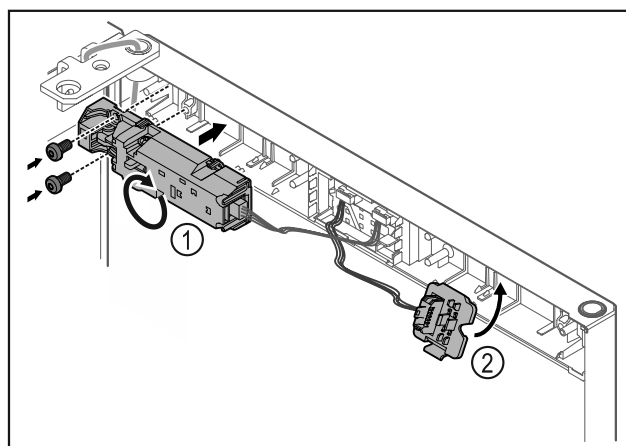

Fig. 19
- ▶ Obrócić o 180° zdalną blokadę Fig. 19 (1) i zamocować po drugiej stronie.
- ▶ Zatrzasnąć uchwyt wtyczki Fig. 19 (2) po przeciwnej stronie.